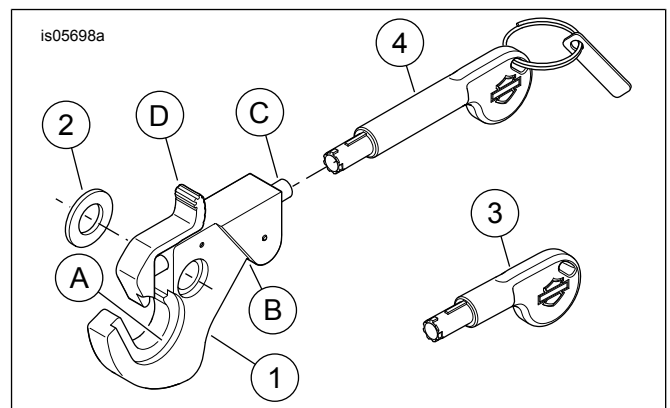

Figure 9. Mga Pamalit na Piyesa: Detachables Lock Kits
Tingnan ang Figure 9 . Depende sa ikinabit na detachables, ang posisyon ng relief (A) at mga undercut (B) ay ginagamit bilang mga spacer o docking point mount. Tiyaking nakaposisyon ang locking latch nang sa gayon ay may madadaanan ang susi para sa pag-unlock ng latch.
1. **Pagla-lock ng Latch:** Tingnan ang Figure 9 . Kapag naikabit na ang detachable, itulak ang spring-operated lock (C).